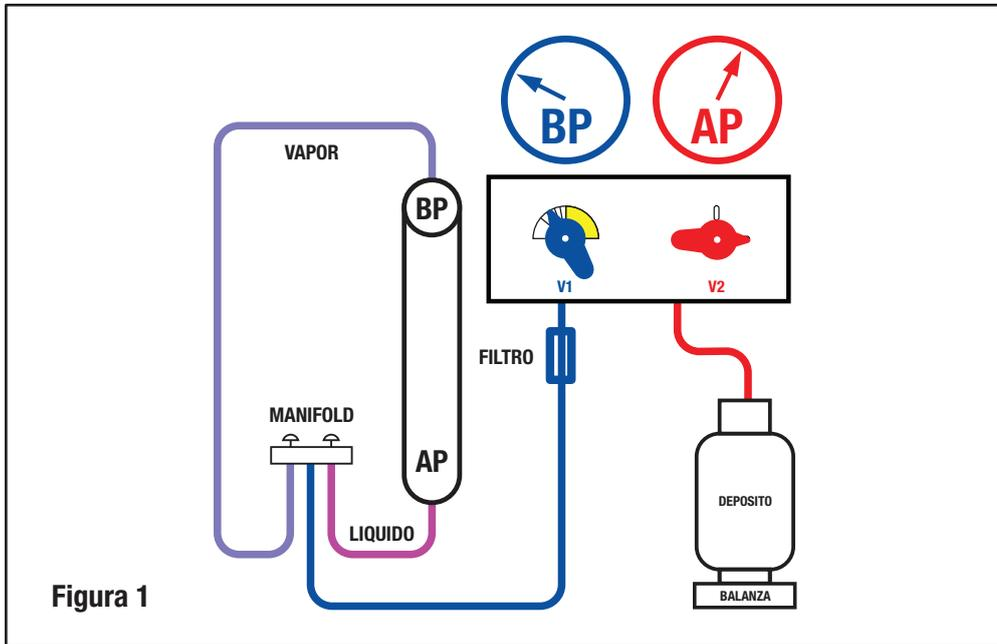

Figura 1
Instale un filtro adecuado a la entrada del equipo y conecte las mangueras según el diagrama de la figura 1.
- 1) Conecte las mangueras y cables de acuerdo a lo descrito en 3.1 y como se muestra en la figura 1. Asegúrese que estén bien ajustados y no interfieran con el normal funcionamiento del equipo.
- 6) Encienda el equipo (ON).
- 7) Controle la presión de entrada (BP) y abra lentamente la válvula V1. Regule la válvula V1 o las válvulas del manifold para que no ingrese líquido en exceso al equipo. Si el compresor comienza a golpear, cierre
- 9) Mantener en funcionamiento hasta alcanzar la calidad de vacío requerida en el sistema, indicado en el manovacuómetro. Apague el equipo (OFF), cierre la válvula V1 (CLOSE) y espere 5 minutos. Si la presión indicada en los manómetros del manifold aumenta por encima de 0 bar, quiere decir que todavía hay refrigerante en el sistema. En ese caso, reabra la válvula V1 (OPEN), encienda el equipo (ON), y manténgalo en funcionamiento hasta llegar al vacío requerido. Repita este procedimiento hasta que todo el refrigerante sea extraído y se lea en los manómetros del manifold luego de 5 minutos, 0 bar o menos.